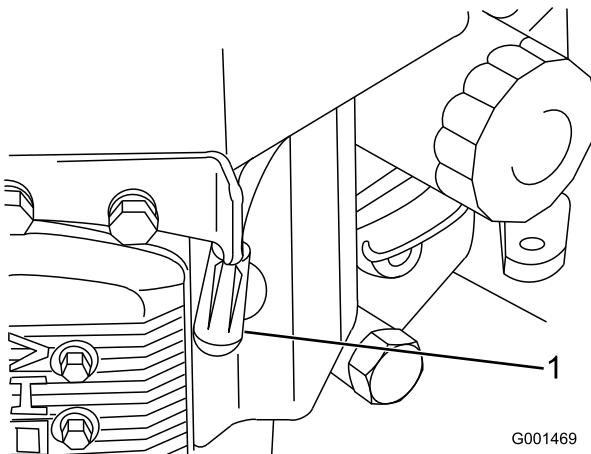

Figura 26
3. Scollegate i cappellotti dalle candele (Figura 26).